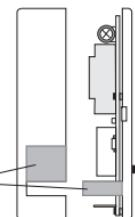

Fig. 5.i
Quitar de la base la parte extraíble para hacer pasar los conductores como indica la fig. 5.i.
- Fijar y tornillos la base en la caja empotrada (o en la pared) utilizando los pares de orificios (**A-A**, **B-B**, **-C-C**) (fig. 5.i).